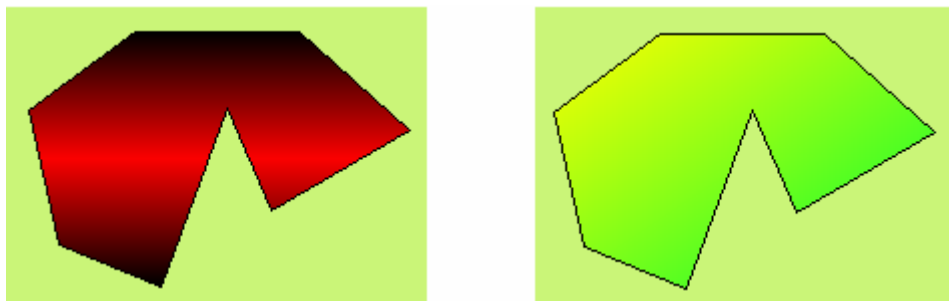

图 4-41 绘制多边形效果图
- 可以通过下拉和微调按钮调节多边形的属性，SamDraw 组态画面编辑软件为多边形提供多达 15 种的边框直线类型，10 种边框线条宽度和 21 种的填充方式，使得图形更加的艳丽美化。如图 4-41 所示：